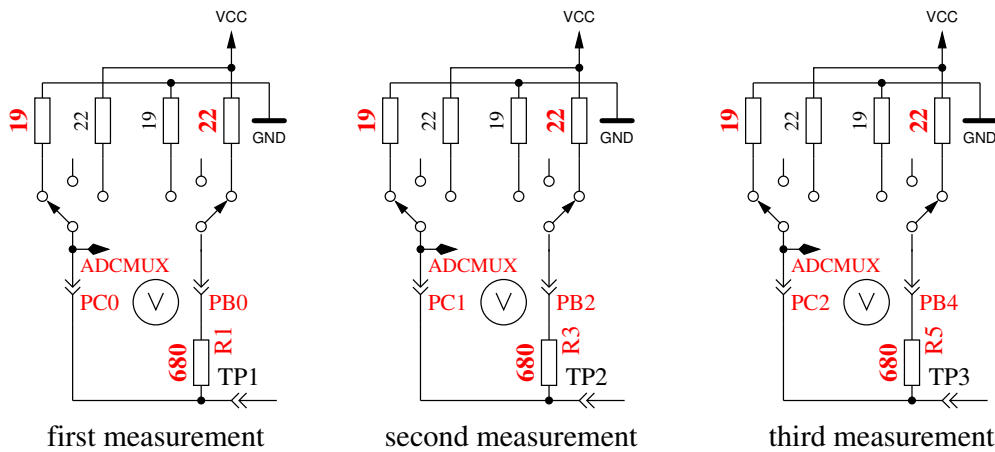

Abbildung 5.63. Messung des Innenwiderstandes von auf GND geschalteten Port-C-Ausgängen.
5. Dieser Schritt testet die **Fähigkeit von mit GND (-) verbundenen 470kΩ-Widerständen (H) die Testpins auf GND zu ziehen**. Zeile 1 zeigt den Text „RH-“. Zeile 2 sollte für alle drei Pinne Null mV anzeigen.
6. Dieser Schritt testet die **Fähigkeit von mit VCC (+) verbundenen 470kΩ-Widerständen (H) die Testpins auf VCC zu ziehen**. Zeile 1 zeigt den Text „RH+“. Der bestmögliche mV Wert für die drei Messungen wäre 0 in Zeile 2, da die Diffenz zu VCC dargestellt wird. Große Abweichungen vom Idealwert für Schritt 5 und 6 sind Fehler wie Isolations-Problem, Flussmittelreste oder beschädigter Port.
8. **Messung des Innenwiderstandes eines auf GND geschalteten Ausgangs.** Dieser und die folgenden Schritte werden nur bei gewählter AUTO_CAL-Option durchgeführt. Die internen Port-C-Widerstände von auf GND (-) geschalteten Ausgängen werden mit dem Strom der nach VCC (+) geschalteten 680Ω Widerstände gemessen, siehe Abbildung 5.63. Es werden nur die drei Pins des ADC-Ports vermessen, die Widerstands-Ports PB0, PB2 und PB4 können nicht ohne Veränderung der Hardware gemessen werden. Es wird angenommen, dass die Portwiderstände von unterschiedlichen Ports nahezu identisch sind. Der Widerstandswert wird im nächsten Schritt mit ausgegeben.